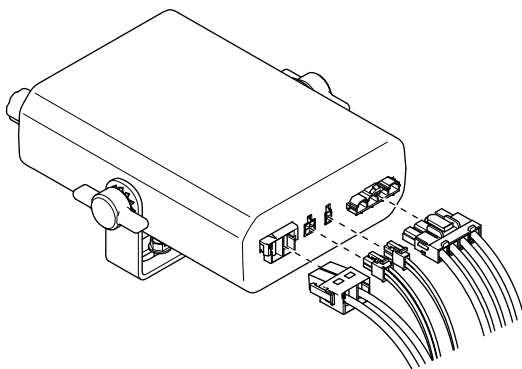

Figure 15
3. Branchez au contrôleur les connecteurs du faisceau de câblage correspondant (Figure 15).